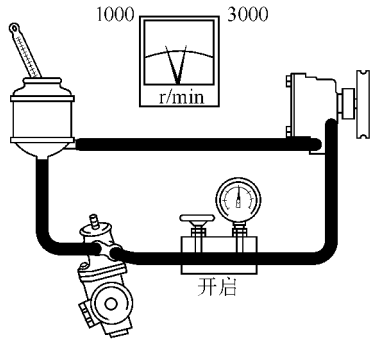

图 16-50 检查记录发动机在 1000r/min 和 3000r/min 运转状态下压力差
(5) 完全开启阀。
(6) 检查并记录发动机在 1000r/min 和 3000r/min 运转状态下压力值差，如图 16-50 所示。